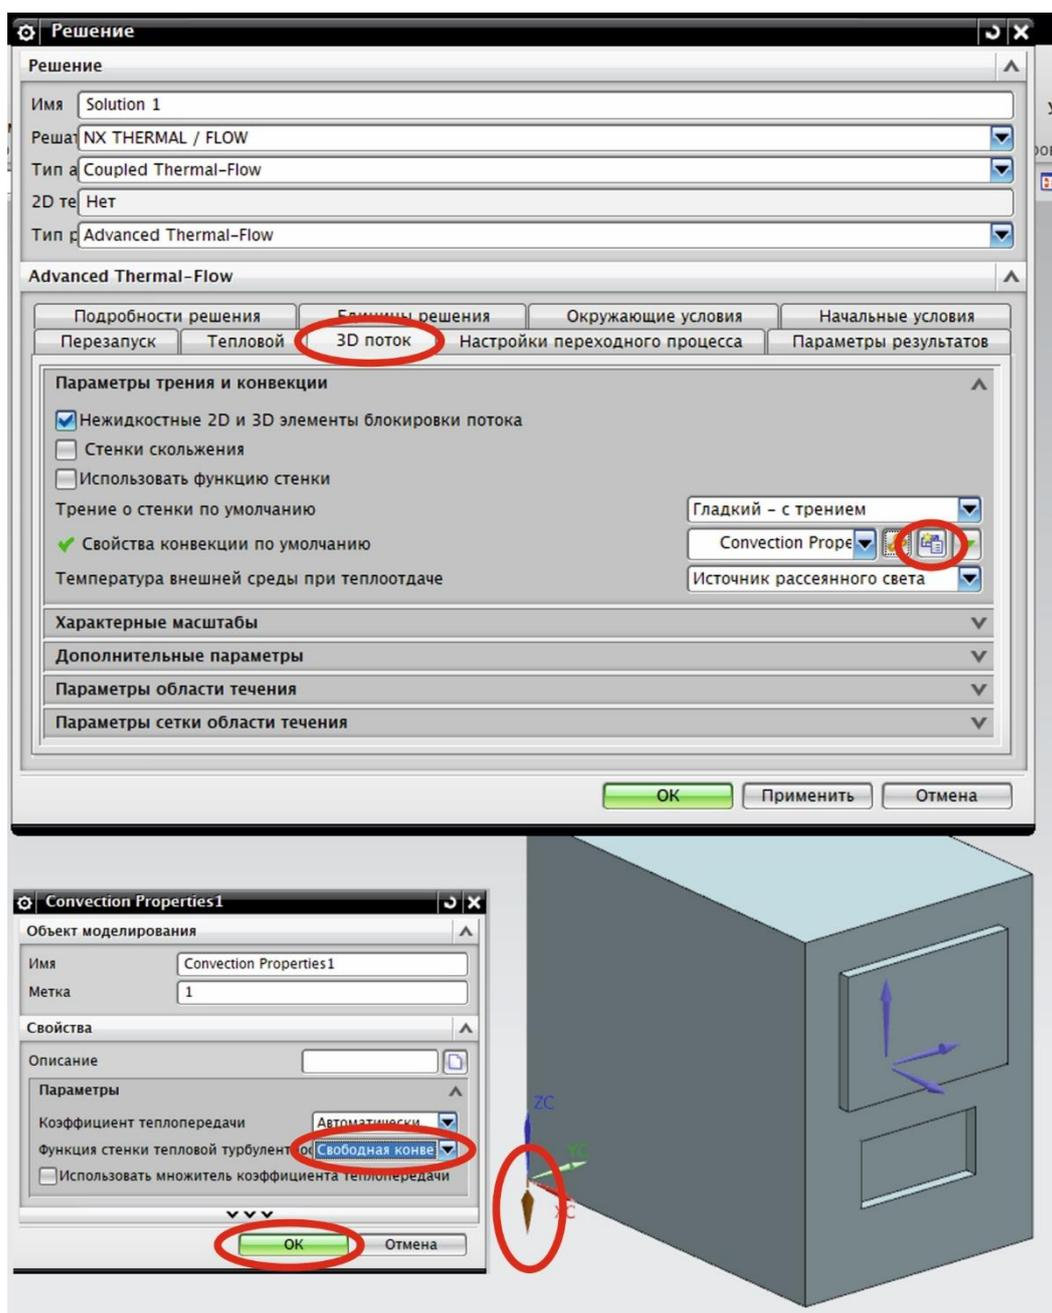

Рис. 3.1. Настройки решения
3. Создайте конечно-элементную модель и симуляцию. Закладка панели инструментов «Исходная» – «Новая КЭ модель и симуляция». В окне настроек «Новая КЭ модель и симуляция» выберите «Решатель» – «NX THERMAL / FLOW», «Тип анализа» – «Coupled Thermal-Flow». Нажмите «Ок». В окне настроек «Решение» выберите «Решатель» – «NX THERMAL / FLOW», «Тип анализа» – «Coupled Thermal-Flow», «Тип решения» – «Advanced Thermal-Flow» (рис. 3.1).
Важно! В отличие от настроек решателя в Задаче 1 включите Свойства конвекции по умолчанию. На вкладке «**3D поток**» в группе «**Параметры трения и конвекции**» нажмите кнопку «**Создание объекта моделирования**» (рис. 3.1). В открывшемся окне «**Convection Properties 1**» в группе «**Свойства**» установите пункт «**Функция стенки тепловой турбулентности**» в состояние «**Свободная конвекция**» (рис. 3.1). Нажмите «**Ок**». Проверьте направление силы тяжести (указано желтой стрелкой на вашей модели) и поменяйте при необходимости. Закройте окно настроек «**Решение**» нажатием «**Ок**».